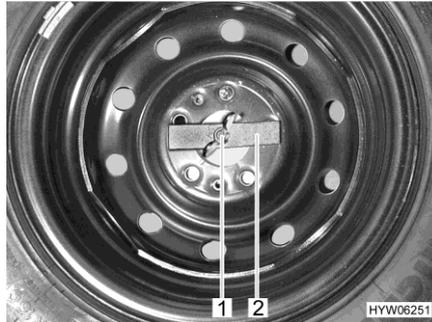

Fig. 170 Ruota di scorta nel gavone di coda
- Svitare manualmente il dado ad alette (Fig. 170,1) e rimuoverlo.
- Rimuovere la barretta di compressione (Fig. 170,2).